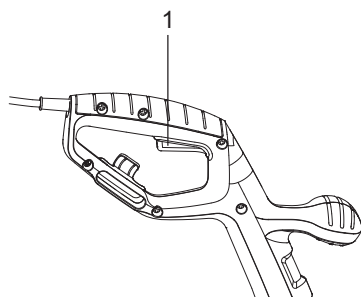

Fig. 4
- > Asegúrese de que el gatillo interruptor de puesta en marcha/apagado (1) se encuentre en su posición de apagado (Fig. 4).